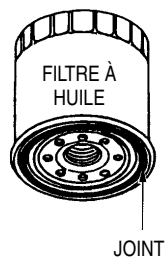

Figure 30. Cartouche de filtre à huile
1. Nettoyez le filtre à l'huile de base, et le joint du filtre d'huile (Figure 30) avec de l'huile moteur propre.